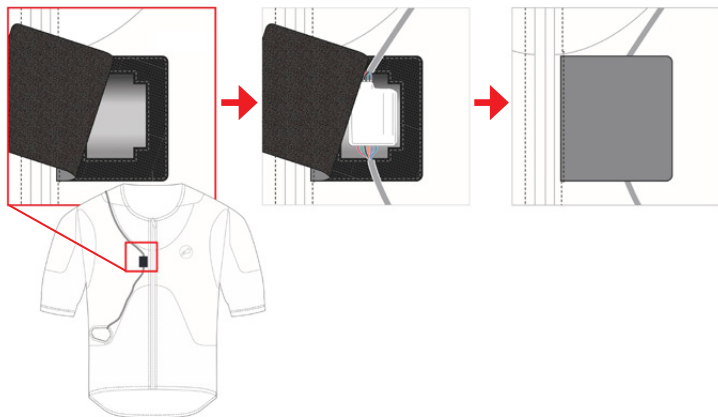

Abbildung 26: Einsetzen der LED-Anzeige (3) und des Aktivierungsreißverschlusses (2)
1. **Setzen Sie die LED-Anzeige (3) und den Aktivierungsreißverschluss (2) ein** - Setzen Sie die LED-Anzeige (3) wieder in ihren Gehäuseschlitz ein und legen Sie den Aktivierungsreißverschluss (2) wieder in die Tasche, wobei Sie darauf achten müssen, dass der Aktivierungsreißverschluss (2) korrekt in seinem Gehäuse positioniert ist und der Klettverschluss fest verschlossen ist, wie in Abbildung 26 dargestellt.